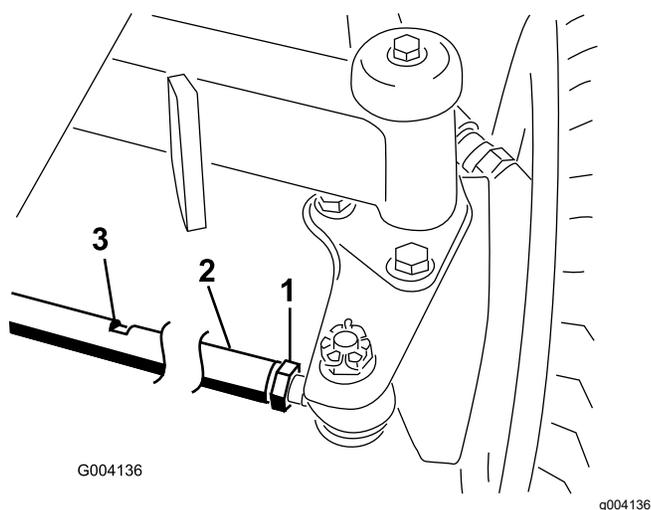

Figura 107
1. Allentate il controdado da ciascun lato del tirante (Figura 107).